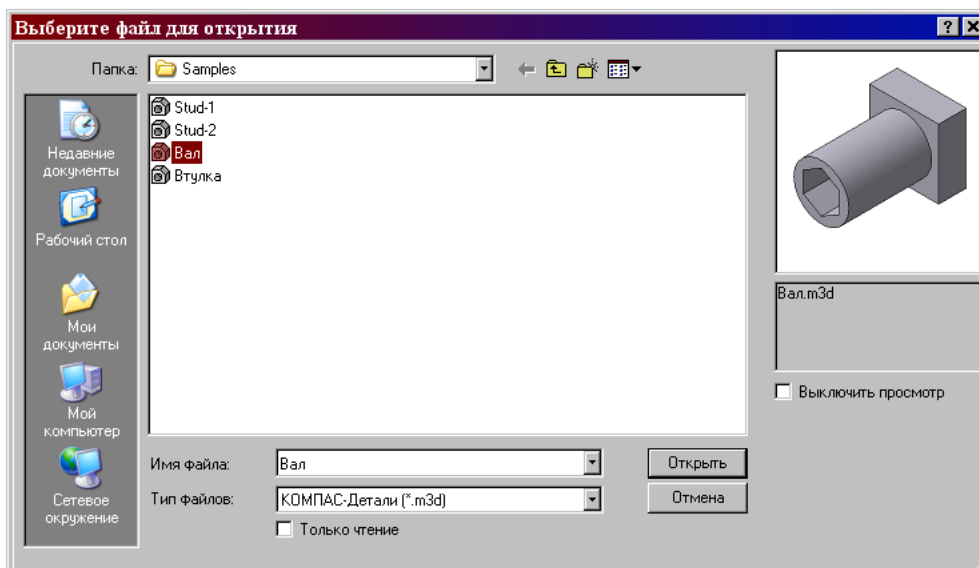

Рис.148 Открытие файла детали Вал
2. В диалоге выбора файлов для открытия выберите файл Вал и нажмите кнопку Открыть (рис.148).